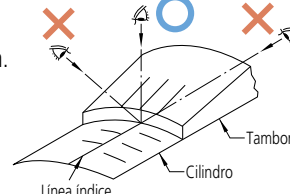

Fig. 2
1. Lea las graduaciones vistas directamente desde el frente para evitar el error de paralaje. **(Fig. 2)**